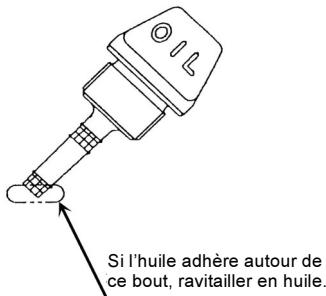
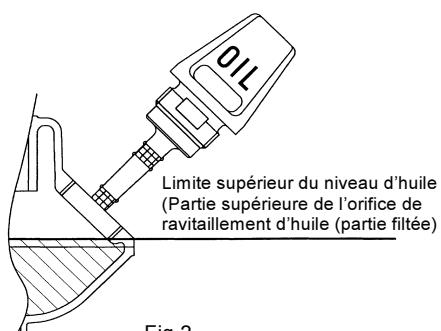

Fig.1
Fig.2
- Maintenir le moteur en position et en lever, la jauge d'huile afin de vérifier que le niveau est situé entre les repères inférieur et supérieur. Lorsque l'huile devient insuffisante en telle manière que la jauge touche seulement par son extrémité, en particulier lorsque la jauge reste insérée dans le carter sans visage (Fig. 1), ravitailler en huile nouvelle (Fig.2).